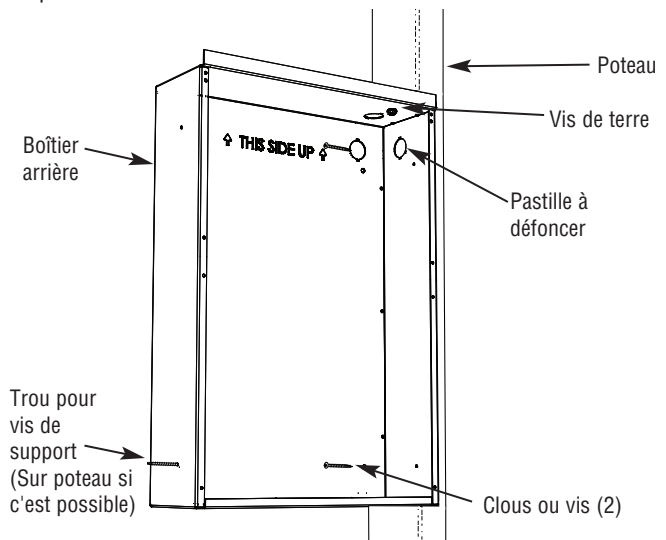

Figure 2. Fixation du boîtier au poteau
- Dans une construction neuve sans finition de mur en place, positionnez le boîtier arrière contre le côté d'un poteau mural, en le laissant dépasser légèrement du poteau pour arriver de niveau avec la surface de mur finie (Il vous faut connaître l'épaisseur de la future finition murale avant l'installation). Fixez le boîtier au poteau en utilisant deux vis (non fournies) comme montré en Figure 2.
- a. Si c'est possible, installez une vis longue additionnelle (comme une vis à bois de 3") au travers du trou de montage du bas, pour aller jusqu'au Poteau le plus proche (Voir la Figure 2). Veillez à ne pas serrer cette vis avec excès pour ne pas déformer le boîtier arrière, ce qui rendrait l'insertion de l'ensemble de radiateur difficile ou impossible. Cette vis ne devra être serrée que juste assez pour tenir en place.
- b. Percez un petit trou dans le boîtier arrière, de niveau avec la surface intérieure du mur fini, et installez-y une vis (sa longueur n'est pas critique, mais elle doit faire au moins 1" ou 2,5 cm). Voir la Figure 2.
1. Localisez un poteau et marquez soigneusement le mur avant de découper un trou mesurant 12-1/2" (31,8 cm) de large sur 17-3/4" (45,1 cm) de haut, de façon à ce qu'un côté de cette découpe suive le bord du poteau (Voir la Figure 2).
3. Insérez le boîtier arrière dans l'ouverture, en alignant ses côtés pour arriver de niveau avec la surface de mur fini, et fixez le boîtier au poteau en utilisant deux vis (non fournies) comme montré en Figure 2.
5. Insérez une vis à bois #8 de trois pouces de long (non fournie) au travers du côté libre du boîtier arrière qui n'est pas fixé au poteau, et fixez dans le trou de montage du bas. Cela empêchera le boîtier arrière de pouvoir être tiré du côté non supporté au moment de l'installation dedans de l'ensemble de radiateur. Faites attention de ne pas faire mordre la vis à bois de plus de 3/8" dans le poteau. Trop d'enfoncement entraînerait la sortie du boîtier arrière de son alignement (Voir la Figure 2).